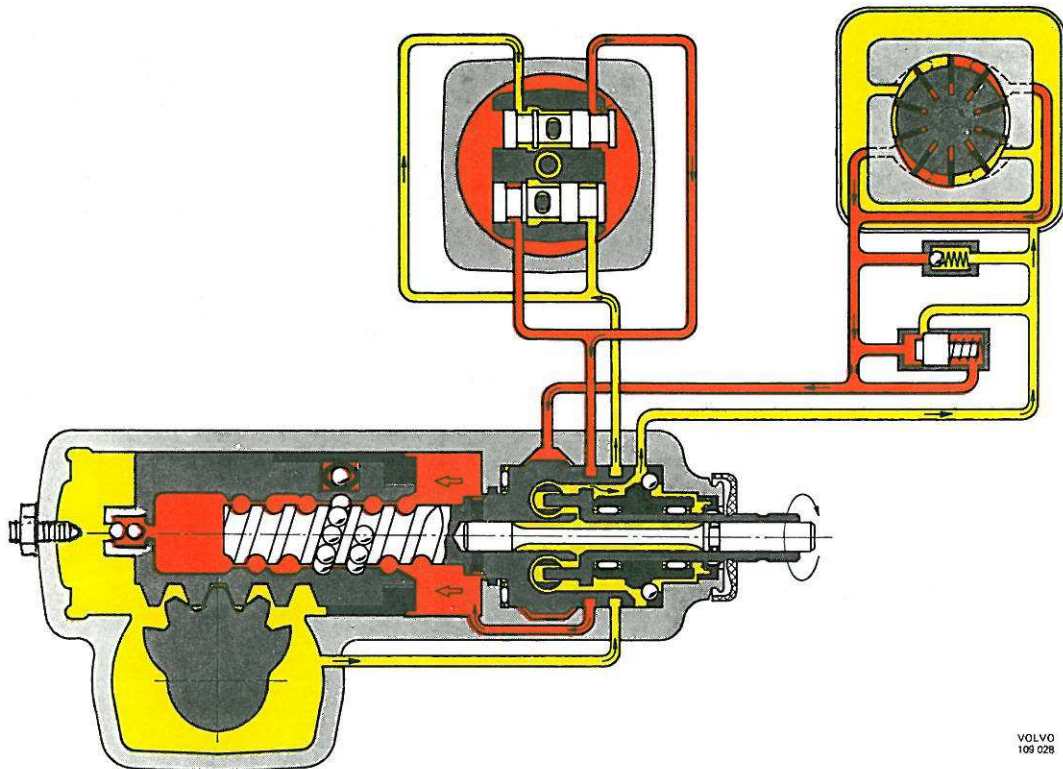

Figure 58. Principe de fonctionnement, virage à droite.
Dans un virage à droite (figure 58), les mouvements du volant sont transmis par l'intermédiaire de la tige de commande de direction (16) et de la barre de torsion (17) à la vis sans fin de direction (5), ce qui tourne le piston (2) vers la gauche de la figure (de haut en bas sur la voiture). Du fait de l'élasticité de la barre de torsion, la tige de commande de direction sera pivotée par rapport à la vis sans fin de direction et agira de cette façon sur les soupapes logées à
Dans un virage à droite, (voir figures 58 et 61), sous l'action de la haute pression régnant à l'intérieur du piston, la bille de clapet intérieure (11, figure 60) s'ouvre, alors que la bille extérieure (6) est maintenue en position ouverte par la pointe de la vis de réglage. L'huile s'échappe, la pression baisse et l'effet servo disparaît dans cette position extrême.